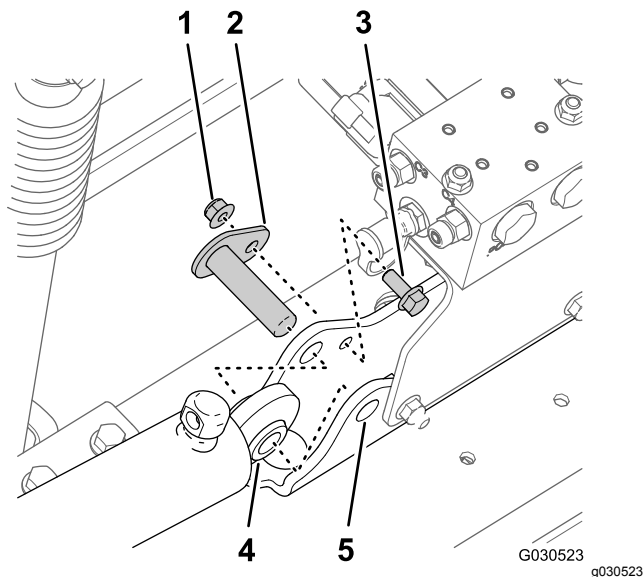

图64
4. 拧下将枢轴销固定至油缸安装座的凸缘锁紧螺母5/16英寸和凸缘头螺栓5/16 x 3/4英寸图64。
5. 从机器中取出枢轴销和提升油缸图64。